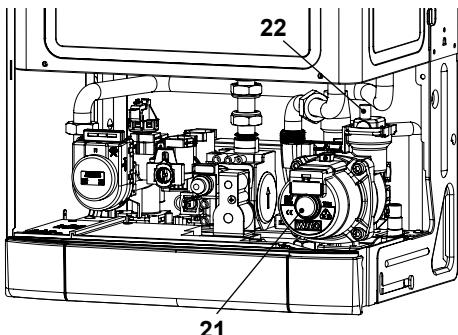

рисунок 6.2
- Отверните колпачок на автоматическом спускнике воздуха 22 (рисунок 6.2) на 1 полный оборот и оставьте его в этом положении.
- Спустите воздух из насоса, открутив винт 21 (рисунок 6.2); разблокируйте насос, поворачивая ротор в направлении, указанном стрелкой на информационной табличке.